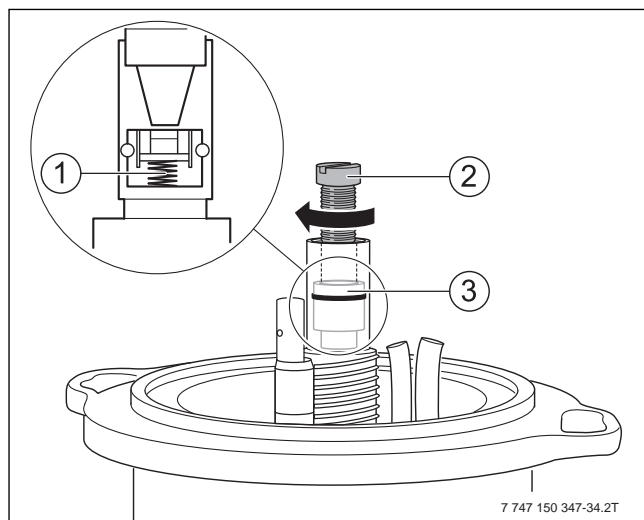

Рис. 39 Замена запорного клапана
- ▶ Выньте запорный клапан (→ рис. 39, [3]).